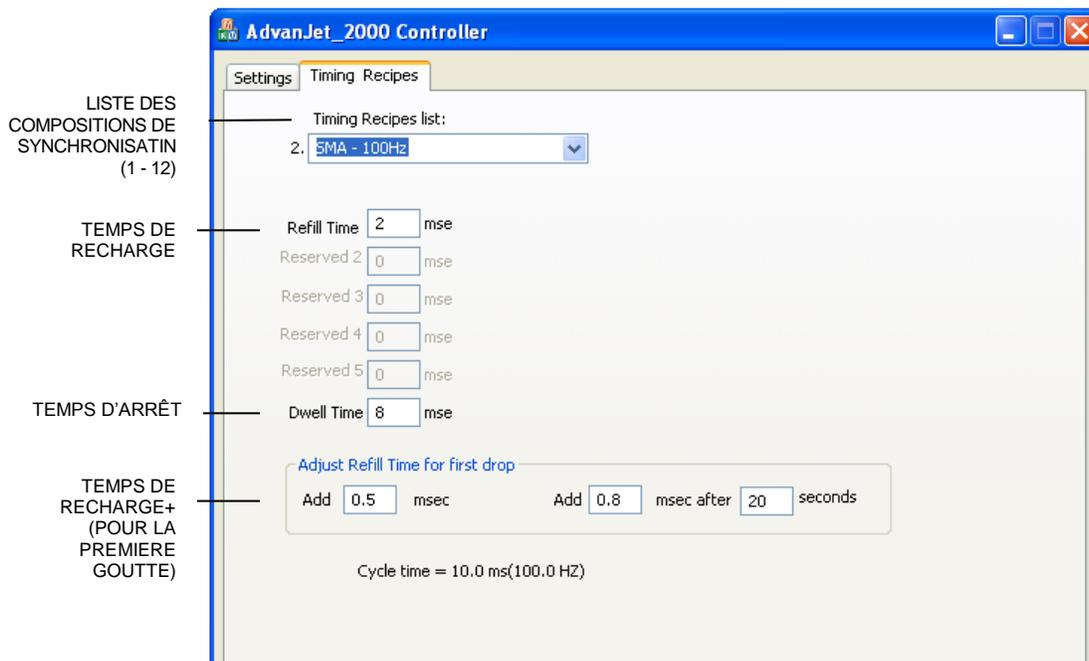

Figure 6-1 : menu principal des compositions de synchronisation
Avant que la distribution ne puisse commencer, des compositions de synchronisation doivent être créées pour les liquides particuliers à distribuer. Figure 6-1 à la page suivante montre le menu Timing Recipes (Compositions de synchronisation) du logiciel Advanjet. Une fois configurées, les compositions de synchronisation peuvent être téléchargées dans le régulateur Advanjet. Une fois les compositions téléchargées, le régulateur peut être déclenché à distance par des entrées numériques depuis le régulateur hôte sans que le logiciel Advanjet ne tourne en arrière-plan.
Le logiciel Advanjet propose plusieurs échantillons de compositions de synchronisation pour des liquides courants pour un démarrage rapide. Comme indiqué dans Figure 6-1 ci-dessus, l'écran de menu principal Timing Recipes (Compositions de synchronisation) répertorie les paramètres de distribution sur le panneau avant du régulateur HV-2000C.
- **Add xxx msec (Ajouter xxx ms)** : est une valeur de temps qui est ajoutée au temps de recharge. Pour revenir à Figure 6-1, 2,0 ms (temps de recharge original) + 0,5 ms supplémentaire = 2,5 ms de temps de recharge total. En mode DROP (Goutte), cette valeur est ajoutée à chaque goutte (comme décrit dans la section 6.3). Cependant, en mode LINE (Ligne) cette valeur est ajoutée uniquement à la première goutte (comme décrit dans la section 6.4).
- **Add XX msec after YY seconds (Ajouter XX ms après YY secondes)** : est une valeur de temps ajoutée au temps de recharge après que le système de projection soit resté inactif pendant un nombre de secondes défini. Ce temps supplémentaire est ajouté uniquement à la première goutte en mode Drop (Goutte) et Line (Ligne). Pour en revenir à Figure 6-1, le temps de recharge pour la première goutte après 20 secondes d'inactivité sera de 2 ms (Temps de recharge original) + 0,8 ms supplémentaire = 2,8 ms de temps de recharge total. Cela s'applique uniquement à la première goutte.